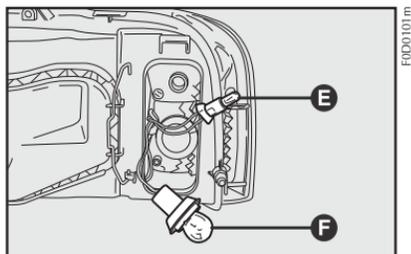

fig. 17
4) Remover a lâmpada **E-fig. 17**;
4) Retirar a lâmpada **F-fig. 17** empurrando ligeiramente e girando-a no sentido anti-horário;